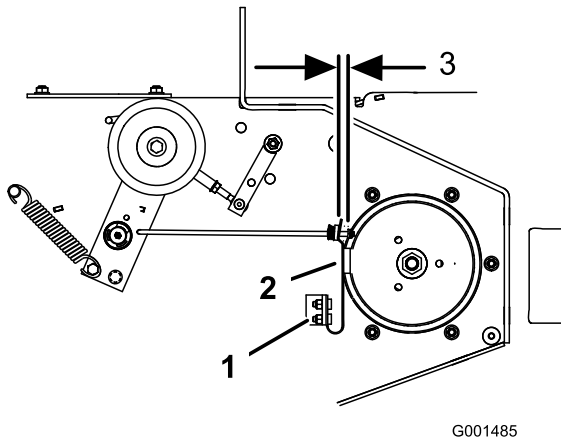

Figura 60
3. Se necessario, regolate i bulloni di fissaggio della molla in modo tale che il tampone del freno delle lame sfregi contro entrambi i lati della gola della puleggia (Figura 60).
4. Regolate il dado all'estremità dell'asta del freno delle lame fino a ottenere un gioco di 3-5 mm tra il dado e il distanziale (Figura 60).